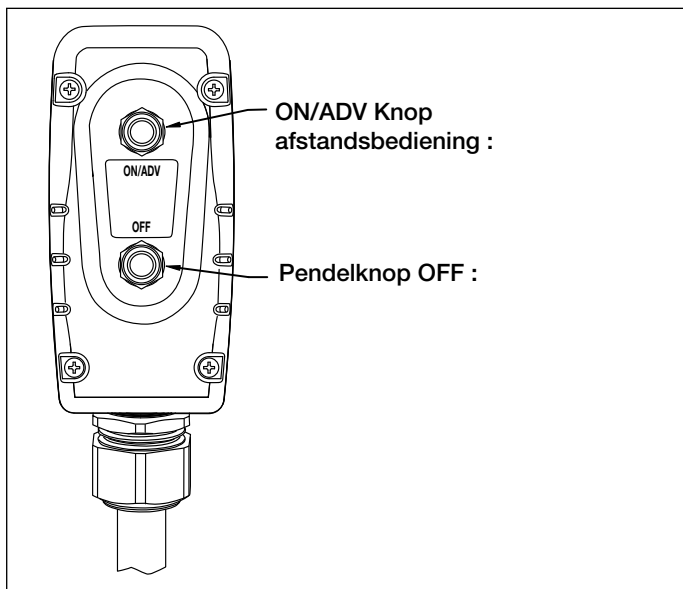

Figuur 7, Pompcontrolepaneel
5.1 Pomp Aan-Uit Schakelaar (zie Figuur 7)
4. Sluit het apparaat op de netspanning aan. Beweeg de aan-uit schakelaar naar de AAN-positie. Zie figuur 7.